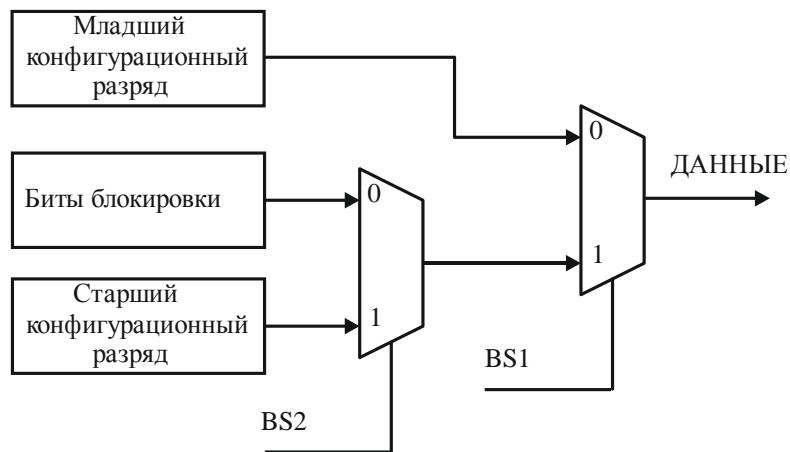

Рисунок 3.114 – Мультиплексирование конфигурационных битов и битов блокировки битами BS1 и BS2 при чтении на выводе «Данные»
1. Загрузить команду «0000 0100» (см. рисунок 3.114).